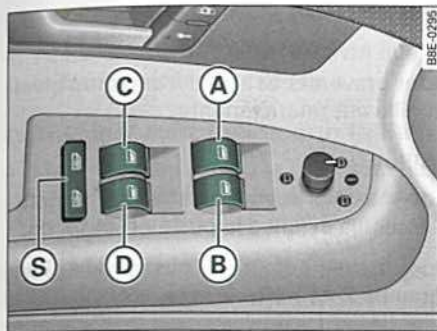

Fig. 57 Detalle de la puerta del conductor: Mandos
- (A) Conmutador ⇒ fig. 57 para la ventanilla de la puerta del conductor
- (B) Conmutador para la ventanilla de la puerta del acompañante
Con el interruptor de seguridad ⇒ fig. 57 (S) es posible desconectar los interruptores de las puertas traseras. Sólo cuando este interruptor está bajado será posible abrir y cerrar las ventanillas desde los asientos traseros.